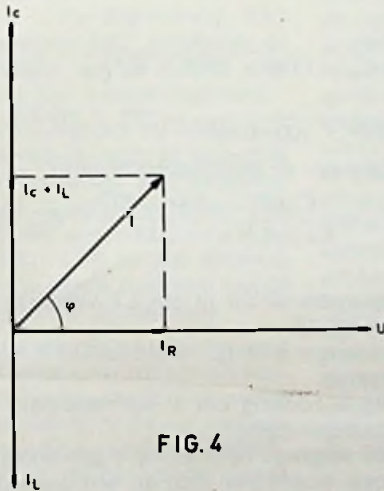

FIG. 4
d. I_C is in tegenfase met I_L en omdat φ weer 45° is, moet $I_C + I_L$ weer gelijk zijn aan I_R . We komen zo tot het vectordiagram van fig. 4. Hierin is I_C tweemaal zo groot als I_L .